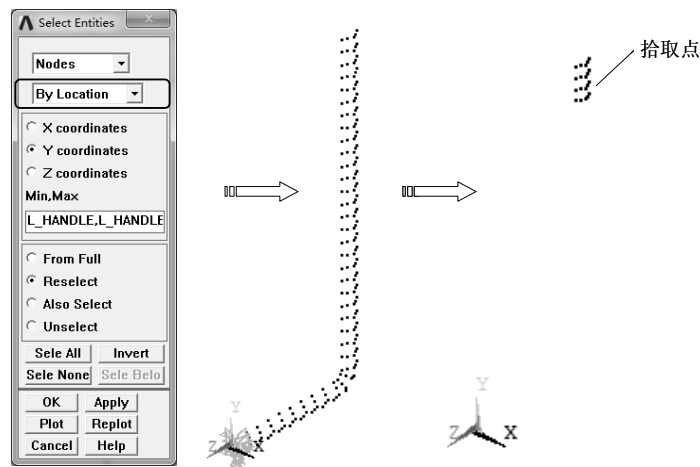

图 6-68 根据位置拾取节点
8) 在“Select Entities”对话框选择拾取对象为“Nodes”，拾取方式为“By Location”，选中“Y coordinates”选项，在“Min, Max”文本框中输入“L_HANDLE, L_HANDLE-3*L_ELEM”，选择“Reselect”选项，单击“Apply”按钮完成选取，单击“Plot”按钮显示所选取的节点，如图 6-68 所示。